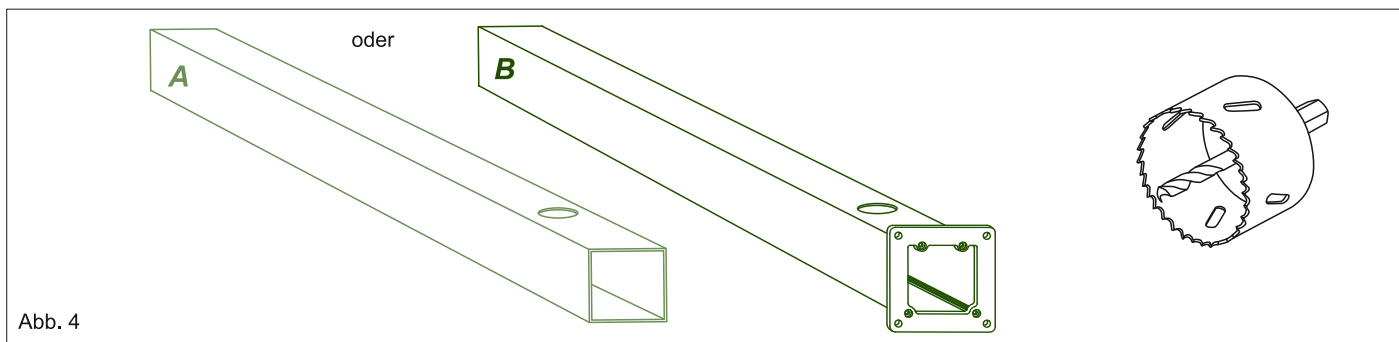

Abb. 4
A) B) 3. In einem der Pfosten wird das Wasserablaufrohr versteckt. Je nach Rohraustritt aus dem Pfosten (sichtbar über die Erdoberfläche oder einbetoniert/eingegraben im Erdreich) markieren Sie die Stelle für den Abfluss an unteren Ende des Pfosten und schneiden Sie mit einem Lochbohrer/einer Lochsäge eine 90mm Öffnung in den Pfosten. Siehe Abb. 4.